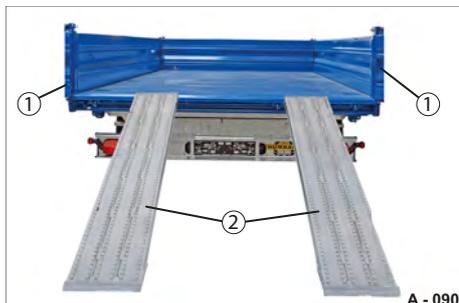

Abb. 74 Auffahrbohlen positioniert
- ▶ Entnehmen Sie die Auffahrbohlen (Abb. 74/2) aus dem Bohlschacht.